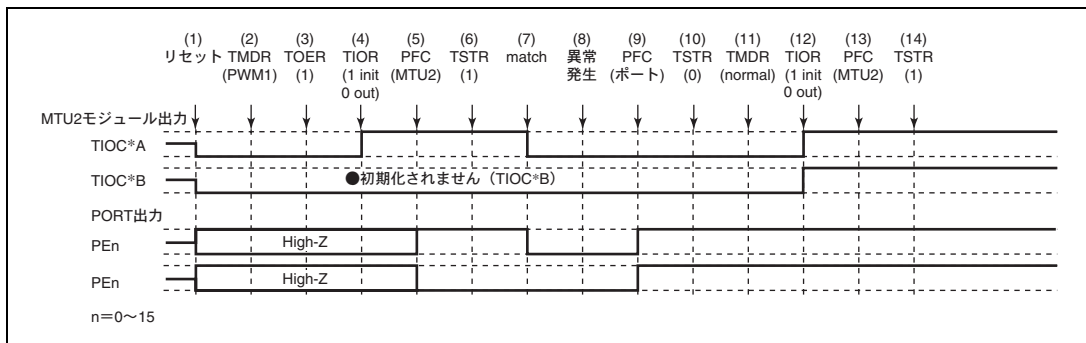

図 10.144 PWM モード 1 で異常が発生し、ノーマルモードで復帰する場合
PWM モード 1 で異常が発生し、再設定後ノーマルモードで再スタートする場合の説明図を図 10.144 に示します。
- (1) ~ (10) は図 10.144 と共通です。
- (11) PWM モード 1 で再スタートする場合には必要ありません。
- (12) TIOR で端子を初期化してください (PWM モード 1 では TIOC*B 側は初期化されません)。
- (13) PFC で MTU2 出力としてください。
- (14) TSTR で再スタートします。
(1) ~ (10) は図 10.144 と共通です。
(11) PWM モード 2 を設定します。
(12) TIOR で端子を初期化してください (PWM モード 2 では周期レジスタの端子は初期化されません)。
(13) PFC で MTU2 出力としてください。
(14) TSTR で再スタートします。
- (11) 位相計数モードを設定します。
- (12) TIOR で端子を初期化してください。
- (14) TSTR で再起動します。
(11) 波形生成部の初期化のためノーマルモードを設定してください。
(12) TIOR で PWM モード 1 の波形生成部を初期化してください。
(13) TIOR で PWM モード 1 の波形生成部の動作を禁止してください。
(14) TOER でチャンネル 3、4 の出力を禁止してください。
(15) TOCR で相補 PWM の出力レベルと周期出力の許可禁止を選択してください。
(16) 相補 PWM を設定します。
(17) TOER でチャンネル 3、4 の出力を許可してください。
(18) PFC で MTU2 出力としてください。
(19) TSTR で再スタートします。